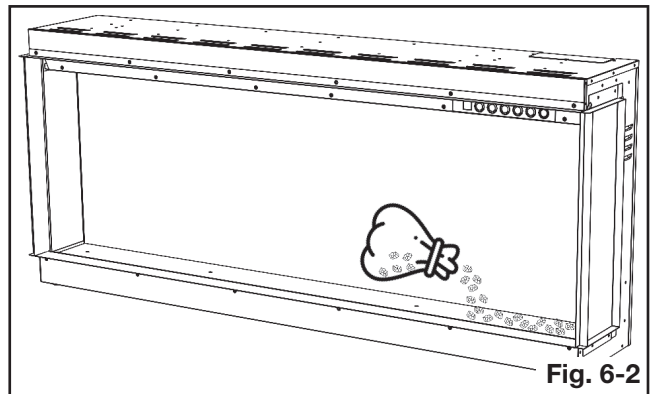

Fig. 6-2
2. Appliquez une couche uniforme des cristaux petits le long du plateau de médias (**Fig. 6-2**).